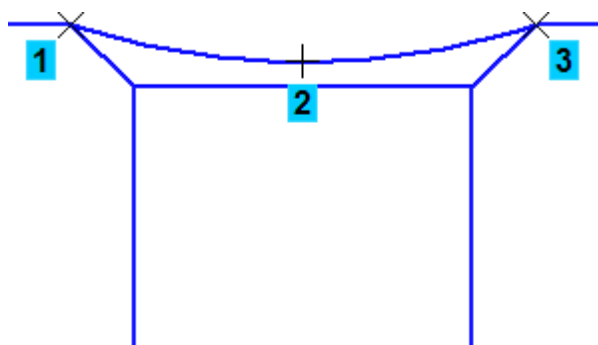

Рисунок 16.
- Постройте дугу, указав точки 1, 2 и 3. Положение средней точки 2 достаточно указать "на глаз" (рис.16).